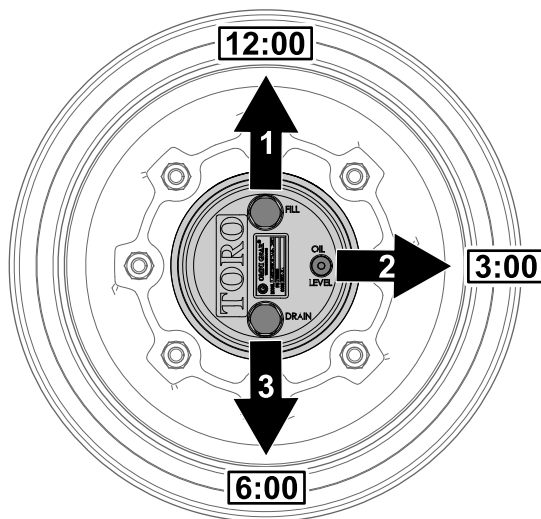

Bild 103
1. Parken Sie die Maschine auf einer ebenen Fläche und positionieren Sie das Rad so, dass die Füllschraube auf 12 Uhr, die Prüfschraube auf 3 Uhr und die Ablassschraube auf 6 Uhr steht (Bild 103).
2. Entfernen Sie die Prüfschraube, die auf 3 Uhr steht (Bild 103).
1. Parken Sie die Maschine auf einer ebenen Fläche und positionieren Sie das Rad so, dass die Füllschraube auf 12 Uhr, die Prüfschraube auf 3 Uhr und die Ablassschraube auf 6 Uhr steht, siehe Bild 103 in Prüfen des Ölstands im Planetengetriebe \(Seite 68\).